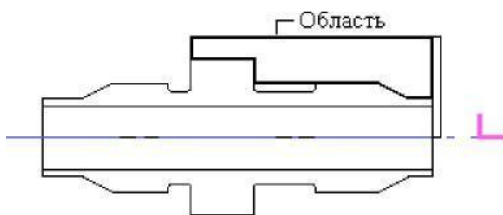

Рис. 4.36
3. Укажите контур, определяющий границы области (см рис. 4.36).